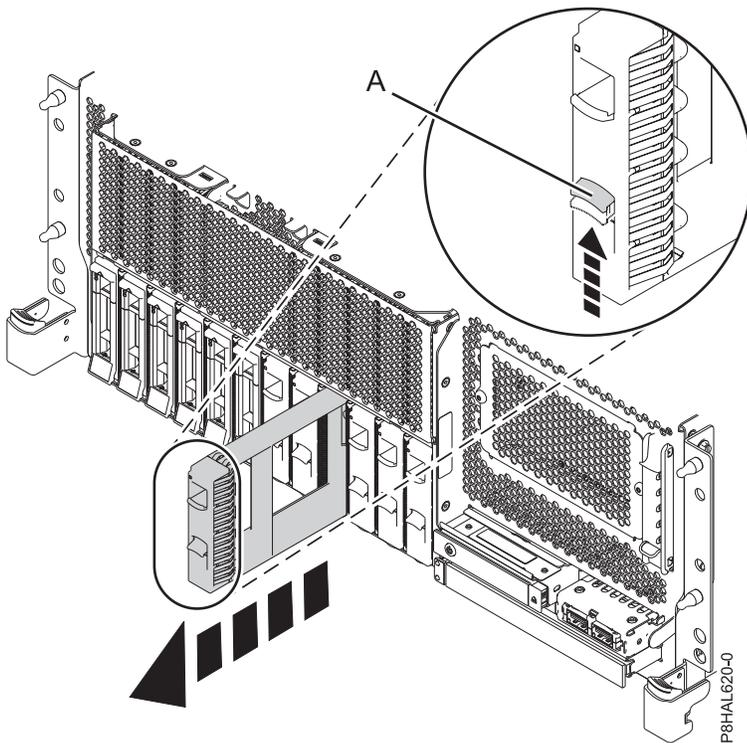
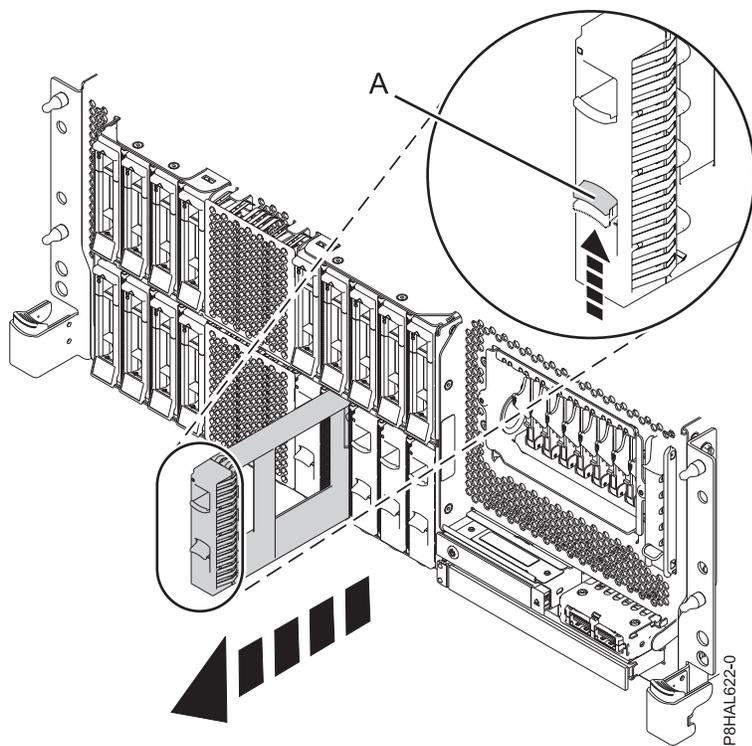
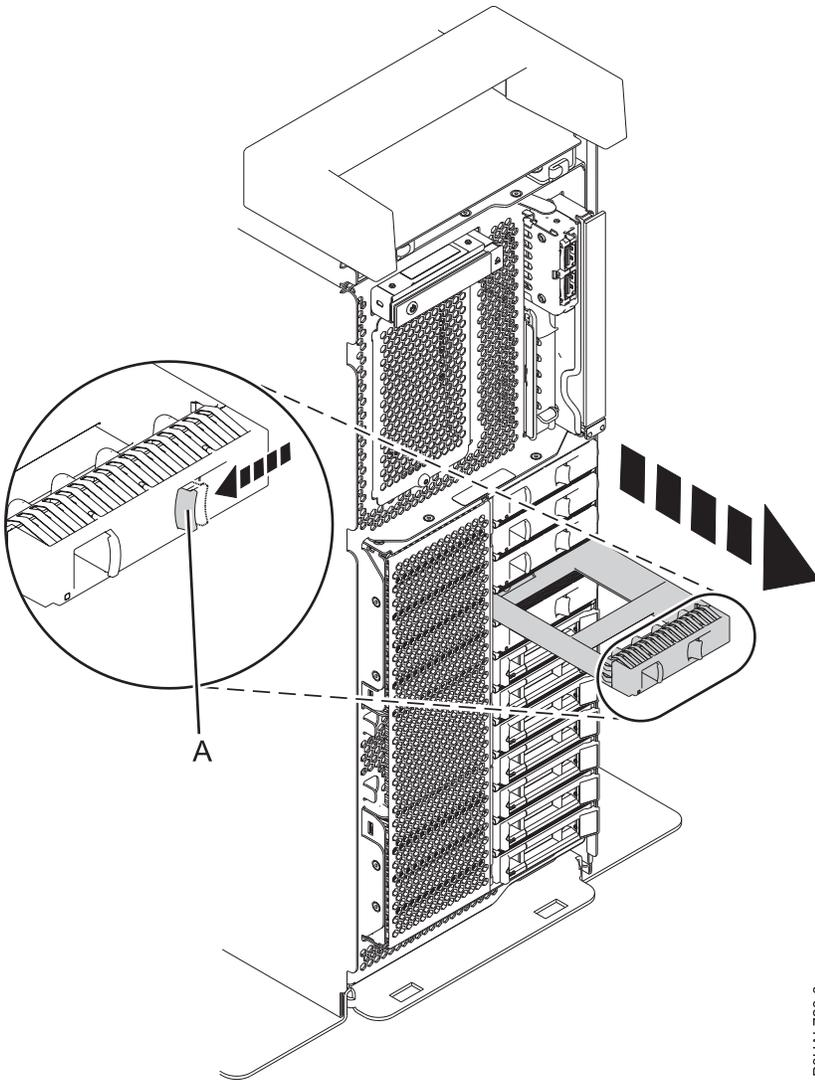
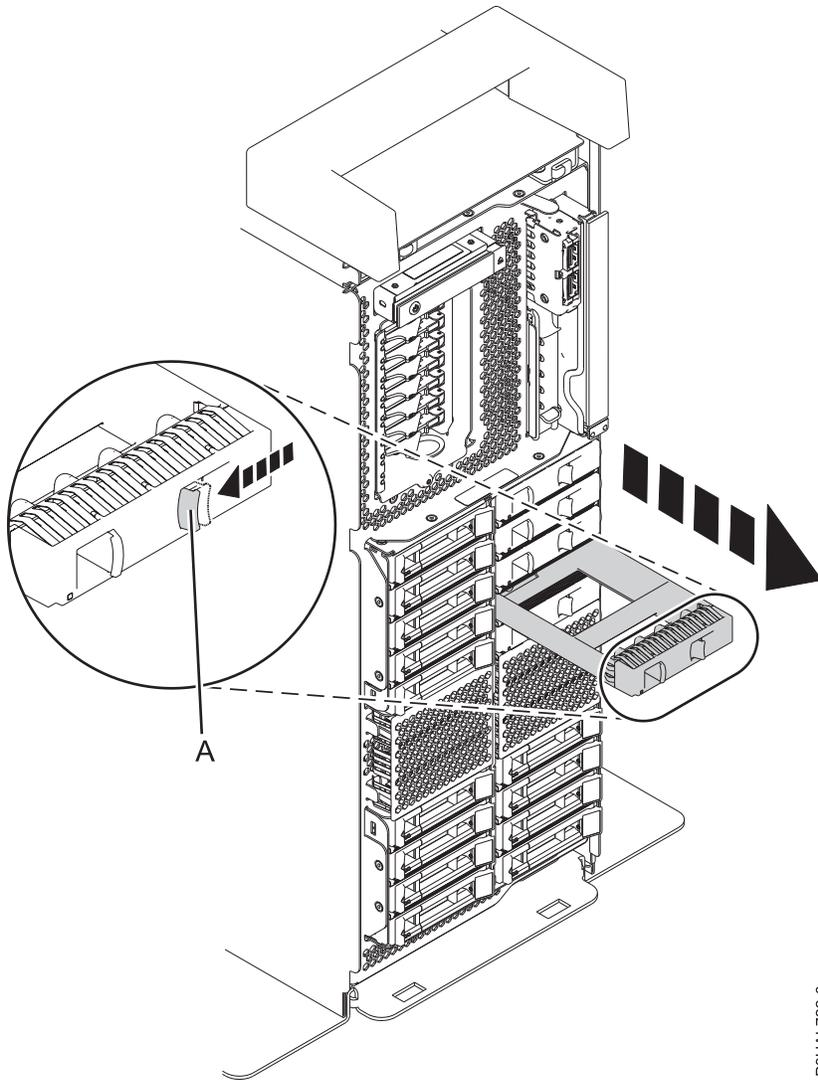

Abbildung 133. Plattenlaufwerk-Platzhalterelement ausbauen - Einschubsystem mit Basisfunktionen
Abbildung 134. Plattenlaufwerk-Platzhalterelement ausbauen - Einschubsystem mit erweiterten Funktionen
Abbildung 135. Plattenlaufwerk-Platzhalterelement ausbauen - Standalone-System mit Basisfunktionen
Abbildung 136. Plattenlaufwerk-Platzhalterelement ausbauen - Standalone-System mit erweiterten Funktionen
3. Schieben Sie die Sperre (A) am Griff des Platzhalterelements in die in Abb. 133, Abb. 134 auf Seite 149, Abb. 135 auf Seite 150 und Abb. 136 auf Seite 151 gezeigte Richtung.